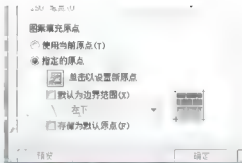

图 4.71 选择【指定的原点】单选按钮
④ 在【图案填充原点】选项组内选择【指定的原点】单选按钮,此时【单击以设置新原点】按钮使其高亮显示,如图4.71所示。